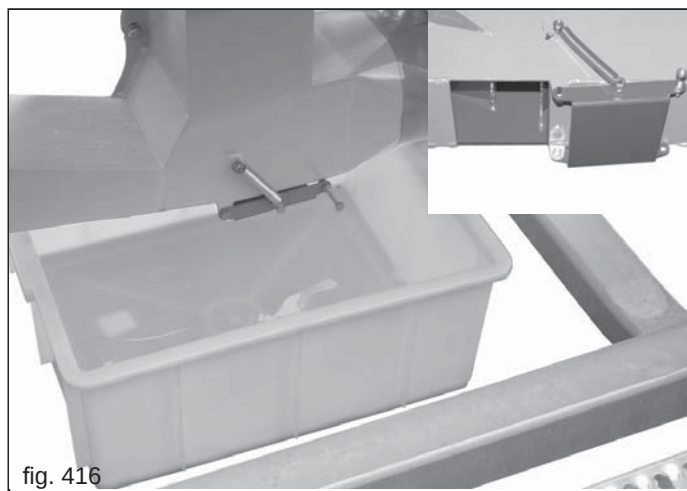

fig. 416
- 3) En dessous de doseur, placer des récipients de récolte et ouvrir le portillon de décharge du produit (Fig. 416).